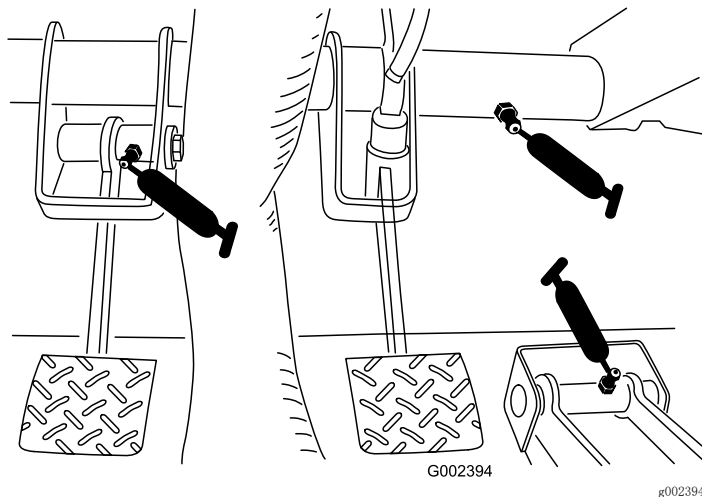

图31
- 刹车 (1 个)；请参阅图31
- 离合器 (1 个)；请参阅图31
- 加速器 (1 个)；请参阅图31